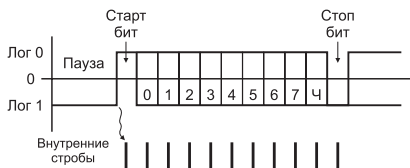

Рис. 1.3. Формат кадра данных
1.4. Оба указанных интерфейса поддерживают асинхронный режим передачи. Данные посылаются блоками (кадрами), формат которых представлен на рис. 1.3. Передача каждого кадра начинается со стартового бита, сигнализирующего приемнику о начале передачи, за которым следуют биты данных и бит четности. Завершает посылку стоп-бит, гарантирующий паузу между посылками.